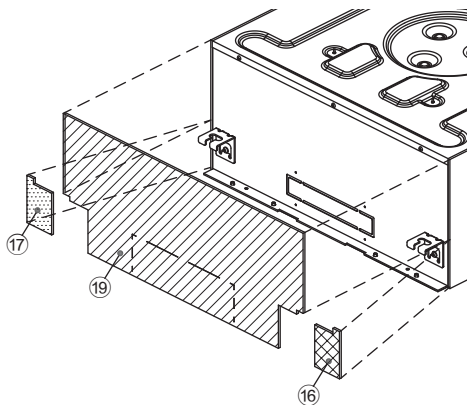
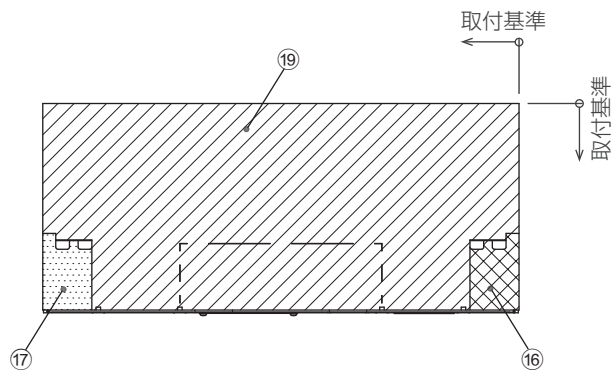

図 17
図 18
1. 室内ユニットの反配管面に断熱材 ⑱ を取付けます。(図 17、図 18)
2. 吊金具部に断熱材 ⑯、⑰ を取付けます。(図 17、図 18)